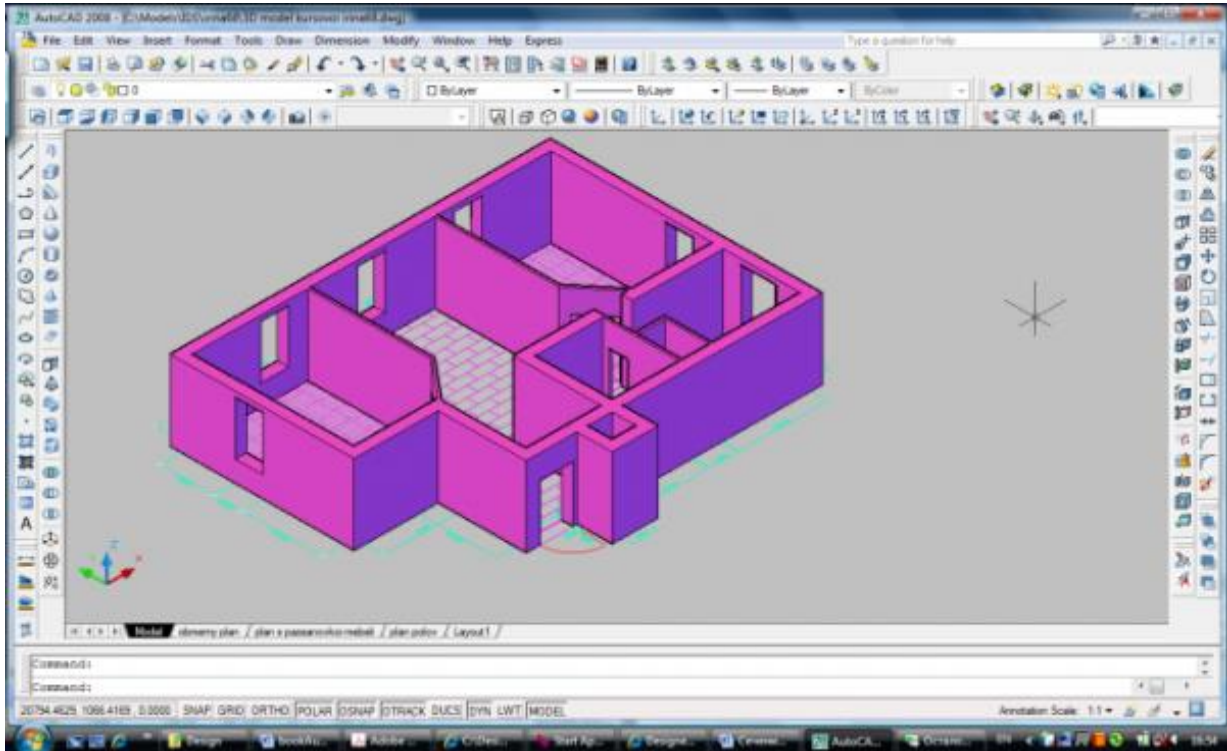

Рисунок 1.18 – Моделирование в *AutoCAD*
- позволяет хранить чертежи в одном файле (Рисунок 1.18).